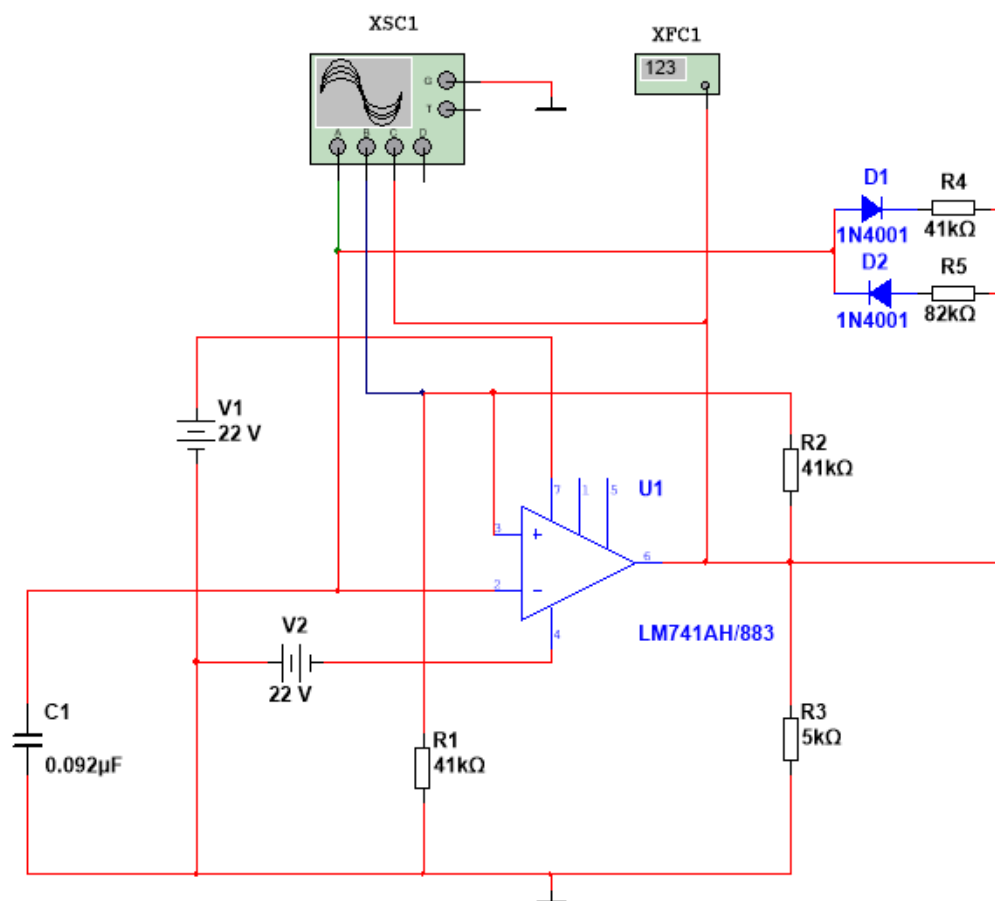

Рис.3 Схема исследования несимметричного мультивибратора на ОУ
**Задание 2.** Соберите, согласно варианту (Табл.3), на рабочем поле среды Multisim схему для испытания несимметричного автоколебательного мультивибратора на ОУ (рис. 3). Запустите процесс моделирования работы схемы. С помощью осциллографа проверьте наличие импульсов на выходе мультивибратора.